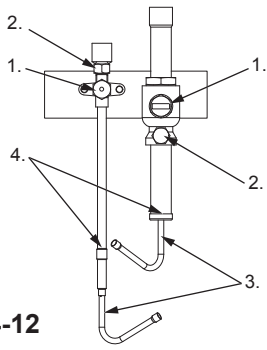

Fig. 4-12
4.5. Installation der Kältemittelrohrleitung (Hauptleitung) (Fig. 4-12)